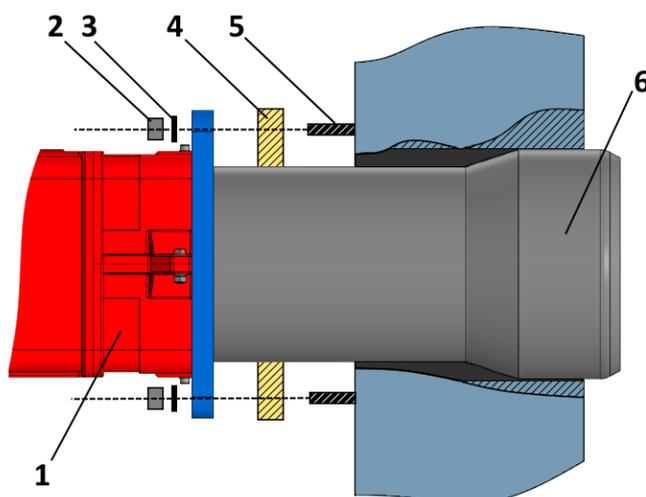

Рисунок 2.1 - Пример монтажа горелки к топке. 1 – Горелка; 2 – Крепежная гайка; 3 – Шайба; 4 – Теплоизоляционный уплотнитель; 5 – Шпилька; 6 – Сопло.
- Установить горелку на котел, продев шпильки в отверстия фланца горелки, Рисунок 2.1. Закрепить ее с помощью гаек и шайб. Пространство между оголовком горелки и огнеупорным краем отверстия котла должно быть герметично закрыто специальным изолирующим материалом.